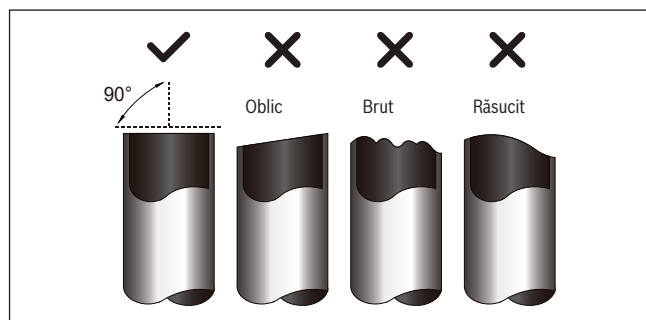

Fig. 28.
3. Asigurați-vă că țeava este tăiată la un unghi perfect de 90°. Consultați **fig. 28** pentru exemple de tăiere greșită